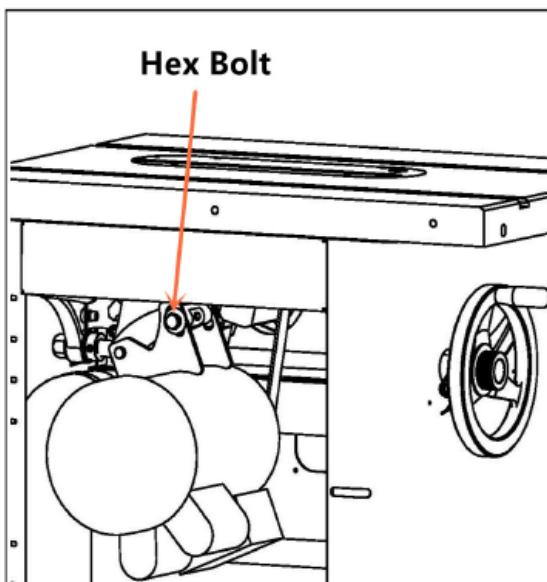

Рисунок 28
1. Полностью опустите лопасть, затем откройте крышку двигателя (правая сторона), снимите ремонтную панель (левая сторона), см. Рис. 28.